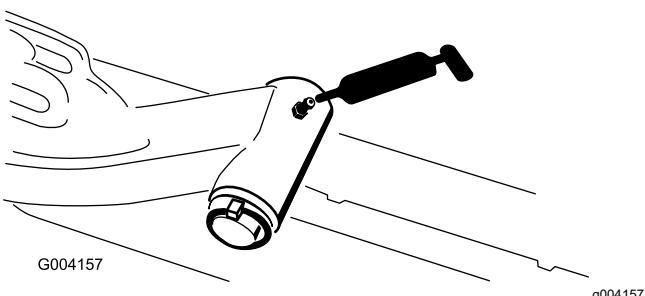

Figura 32
- Eje pivotante del brazo de elevación (1 en cada): Figura 32